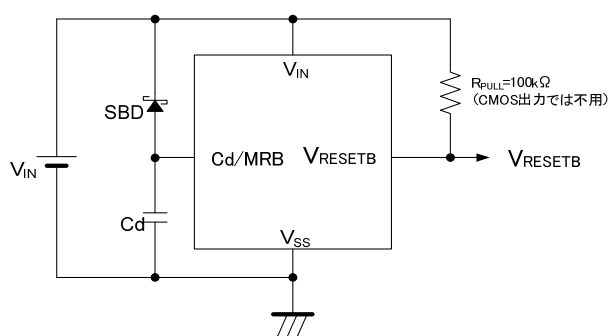

図 5: 遅延容量端子にショットキーダイオードを接続した回路例
- 5) 遅延容量端子にコンデンサを接続した状態で、解除動作時に電源入力端子電圧が急激に低下(例:6.0Vから0V)した場合、遅延容量端子電圧が絶対最大定格を超える可能性があります。解除動作時において電源入力端子電圧が急激に低下する事が想定される場合は、図5のように電源入力端子-遅延容量端子にショットキーダイオードを接続してご使用下さい。